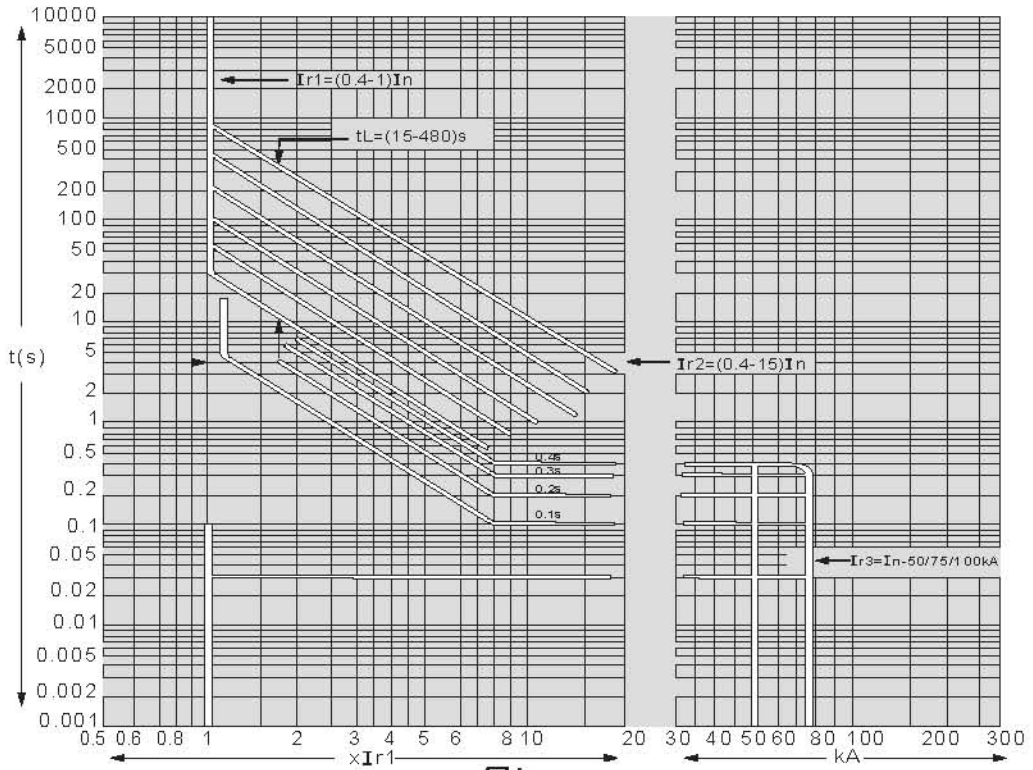
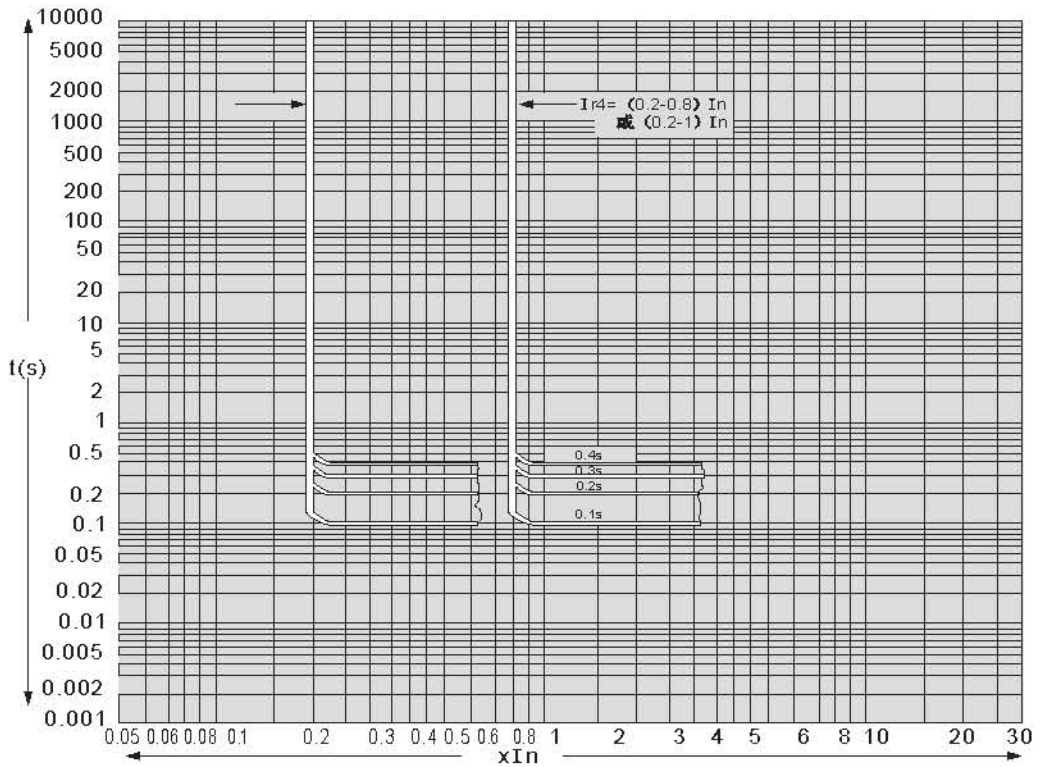

图1
图2
4.4.1.4过电流脱扣保护特性见图1, 接地故障保护特性见图2